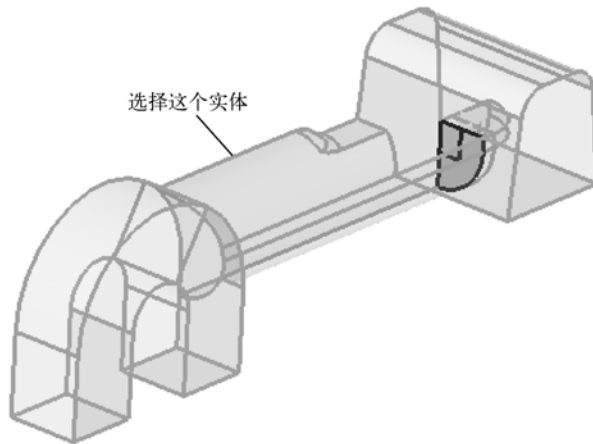

图 5-12 选择实体 3
- (1) 进入 trim with plane>surf 子面板。
- (2) 在 with plane 下的 solids 选择器激活的状态下选择如图 5-12 所示的较大的实体。